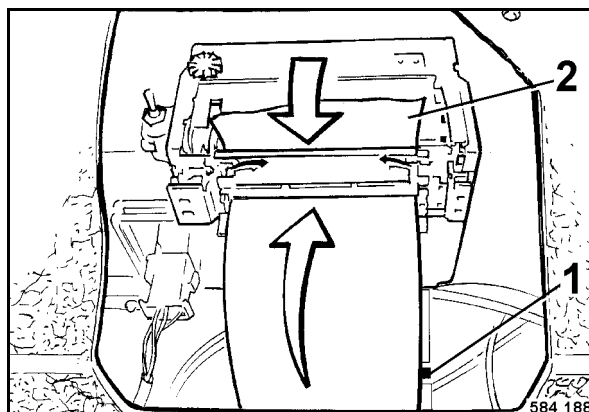

fig. 101
Retirer le rouleau avec le papier restant (2) de l'arbre 1 (fig. 101).